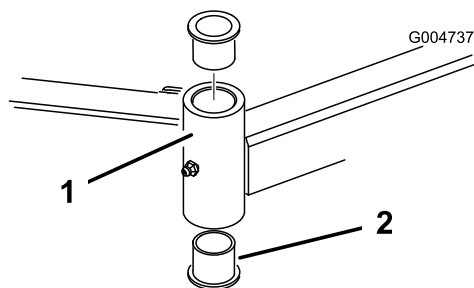

Рисунок 106
4. Вставьте пробойник сверху или снизу монтажной трубы и выбейте втулку из трубы (Рисунок 106).